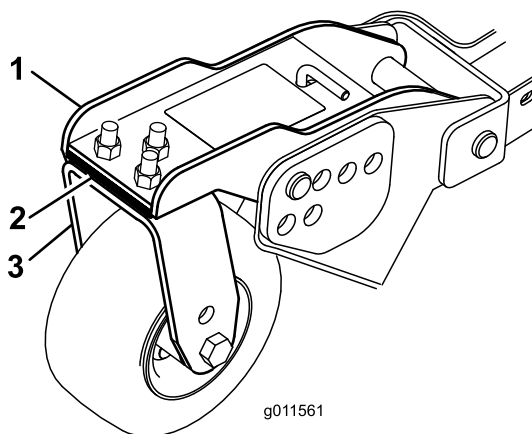

Figura 30
Girate la lama di ciascun perno fino a disporla in parallelo con la lunghezza della macchina. Misurate dal suolo alla punta anteriore del tagliente. Regolate gli spessori di 3 mm sul braccio (o bracci) della ruota orientabile anteriore, finché l'altezza di taglio non corrisponde al valore riportato sull'adesivo (Figura 30). Unicamente per il fusello della lama esterna fate riferimento alla procedura in Regolazione del passo del piatto di taglio \(pagina 75\).
3. Se il bordo interno del piatto di taglio laterale è troppo alto rispetto al bordo esterno del piatto di taglio anteriore, toglie uno spessore di 3 mm dalla base del braccio della ruota orientabile anteriore interna del piatto di taglio laterale (Figura 30).